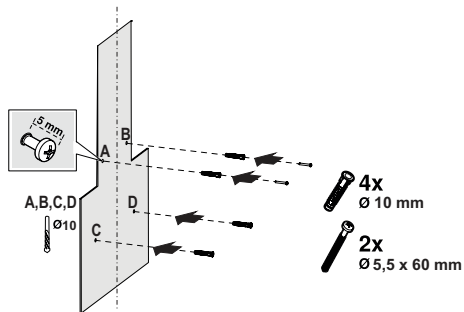

Abb. 8
- Zeichnen Sie eine Mittellinie senkrecht zur Wand von der Decke bis zur Unterkante der Dunstabzugshaube (Abb. 8).
- Bringen Sie die Montageschablone an der Montagefläche an und markieren Sie die Punkte A, B, C, D. Bohren Sie die markierten Punkte A, B, C, D mit einem $\text{\O}10$ mm-Bohrer (Abb. 8).
- Setzen Sie die im Zubehör enthaltenen $\text{\O}10$ mm Kunststoffdübel an den Punkten A, B, C, D ein (Abb. 8).
Stecken Sie die 5,5 x 60 mm Schrauben in die Dübel A und B. Lassen Sie einen Abstand von 5 mm zwischen dem Schraubenkopf und der Wand (Abb. 8).